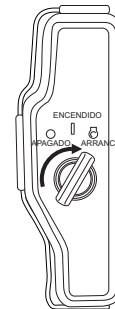

Figura 28. Interruptor en la posición de arranque
6. Coloque el **interruptor del motor ENCENDIDO/APAGADO** (Figura 28) en la posición de **ENCENDIDO**